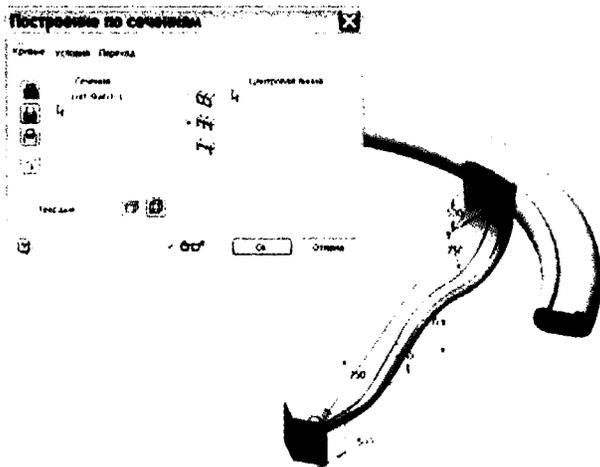

Рис. 7.4. Предпросмотр появится как только будут выбраны все эскизы
7. Когда появится предпросмотр, как на рис. 7.4, нажмите **ОК**, чтобы создать элемент.